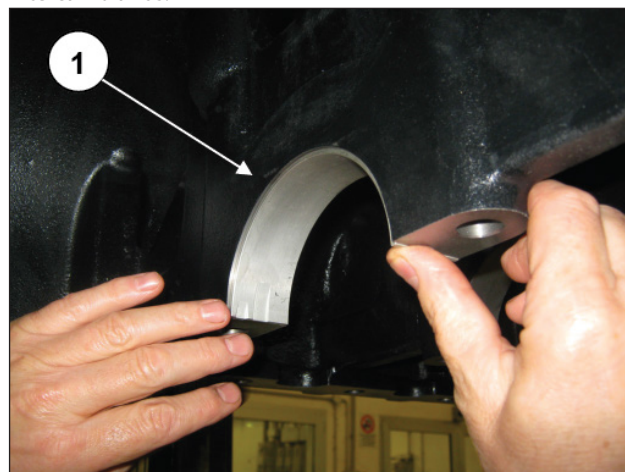

Fig. 27
Mantener los semicojinetes de bancada (pos. ①, Fig. 27) en los alojamientos del cárter trasero para evitar el riesgo de intercambiarlos.